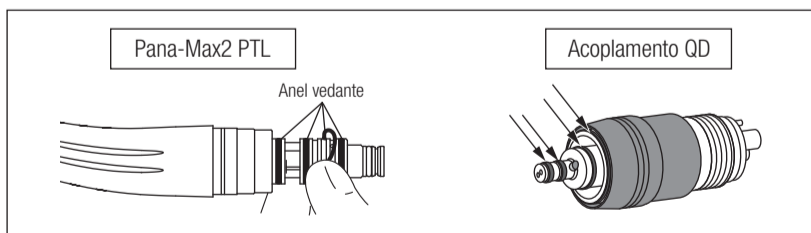

Fig. 17
- 2) Com a mão retire com cuidado cada anel vedante. (Fig.17)